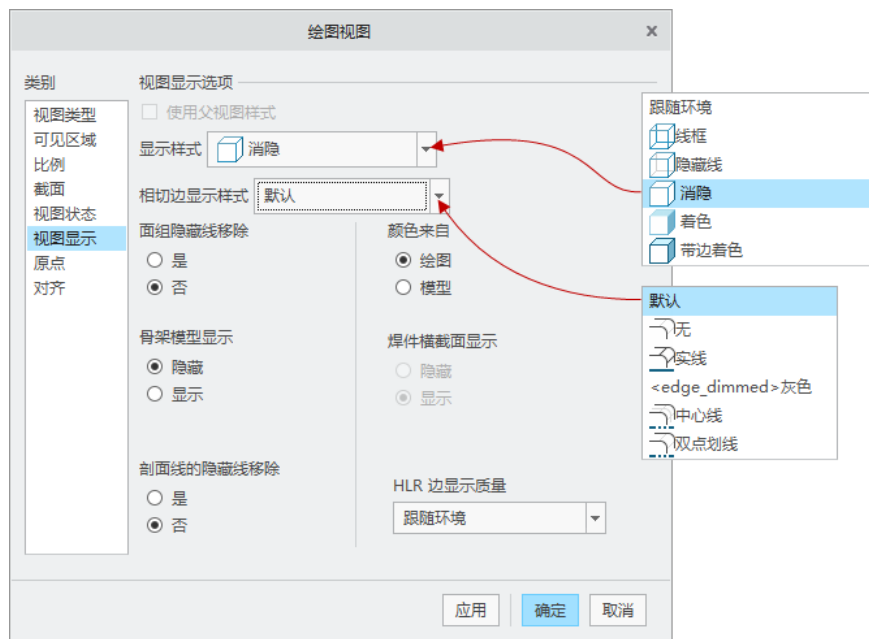

图 8-21 设置视图显示选项
(3) 在“绘图视图”对话框的“视图类型”类别选项卡中，从“模型视图名”列表中选择来自模型的名称为 TOP，单击“应用”按钮。
(4) 在“类别”列表框中选择“视图显示”以切换到“视图显示”类别选项卡。从“显示样式”下拉列表框中选择“消隐”选项，从“相切边显示样式”下拉列表框中选择“默认”选项，如图 8-21 所示，单击“应用”按钮。